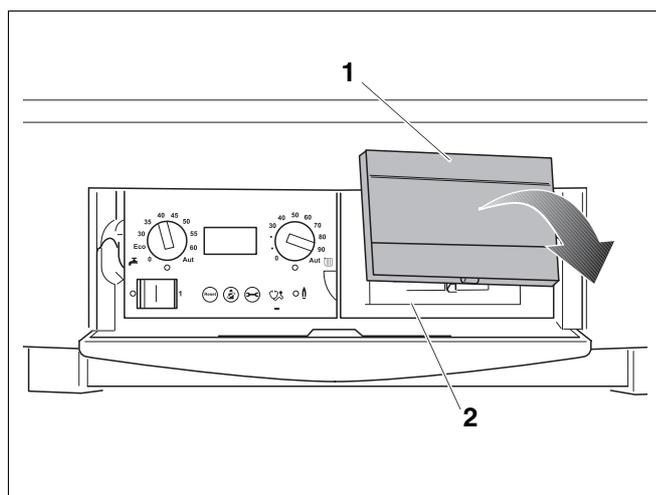

Fig. 31 Rimuovere la copertura e montare la unità di servizio ambiente nella caldaia
- Rimuovere la copertura (fig. 31, pos. 1)
- Montare RC 30 nell'alloggiamento (fig. 31, pos. 2).